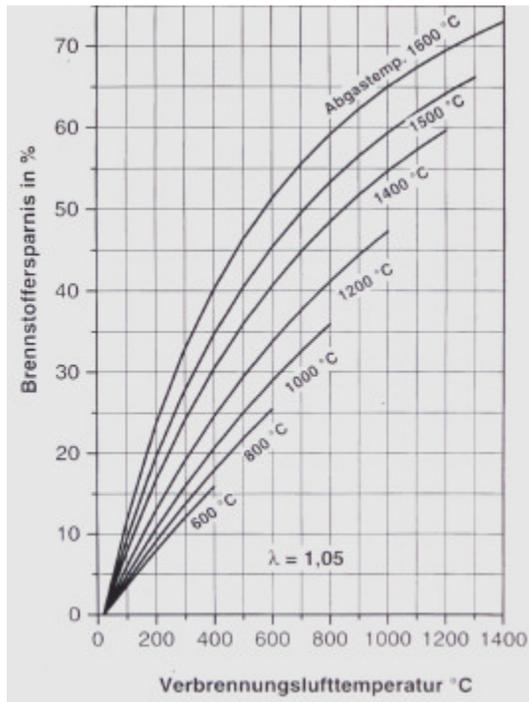

Bild 4:
2. durch den höheren Wirkungsgrad in erheblichem Maße Brennstoff eingespart wird. Je höher die Verbrennungslufttemperatur und je kleiner der Unterschied von Verbrennungslufttemperatur zur Prozeßtemperatur, desto größer die Brennstoffersparnis. (**Bild 4**)